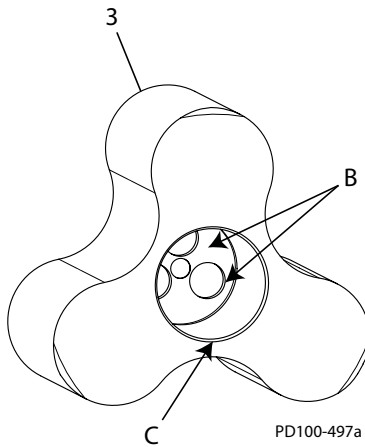

Figura 55 - Detalle del rotor
1. La perforación para el eje en los rotores (Figura 55, renglón 3) siempre debe estar limpia, sin rebabas ni residuos (Figura 55, renglón B). El chaflán del borde (elemento C) no debe tener rebabas, a fin de evitar daños a los anillos O.